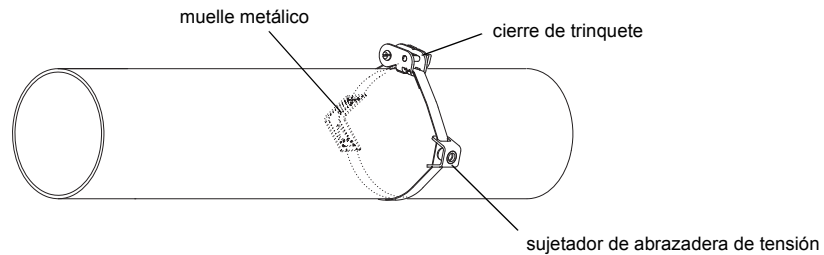

Fig. 9.41: Abrazadera de tensión con muelle metálico, cierre de trinquete y sujetador de abrazadera de tensión en el tubo
- Colocar la abrazadera de tensión alrededor del tubo (véase Fig. 9.41).